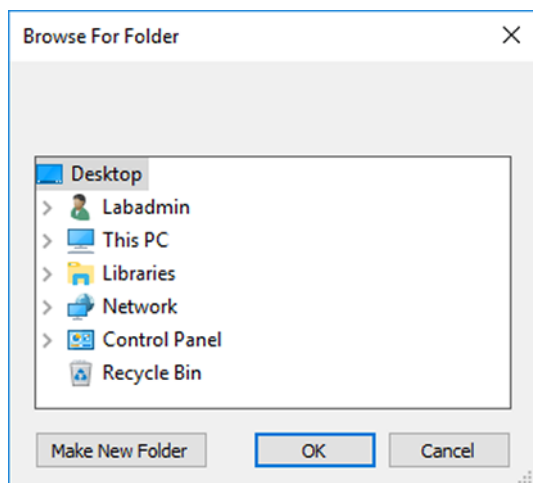

Figura 44: Cuadro de diálogo Browse for Folder (buscar carpeta)
3. En la barra de menú de la ventana **Data Analysis** (análisis de datos), haga clic en **Export** → **Export All Data Sheets** (exportar → exportar todas las hojas de datos) para abrir el cuadro de diálogo **Browse for Folder** (buscar carpeta) (consulte la Figura 44).